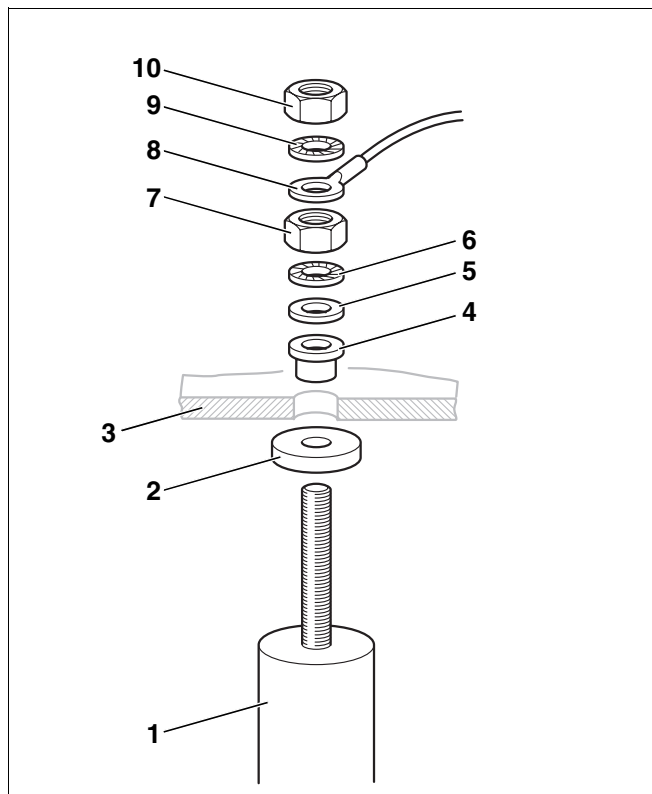

Рис. 17 Замена магниевого анода
- Проверить износ магниевого анода (рис. 17, **поз. 1**). Замените анод, если его диаметр уменьшился примерно до 15–10 мм.
- Отвернуть гайку М8 (рис. 17, **поз. 10**), чтобы освободить ушко заземляющего провода (рис. 17, **поз. 8**).
- Отвернуть гайку М8 (рис. 17, **поз. 7**).
- Снять крышку люка (рис. 17, **поз. 3**) с магниевого анода (рис. 17, **поз. 1**).